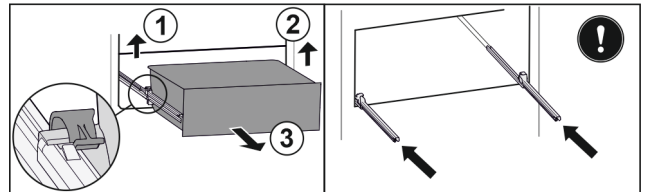

Fig. 224
- Linke Klemme anheben und gleichzeitig Schubfach links nach vorne ziehen. Fig. 224 (1)
- Rechte Klemme anheben und gleichzeitig Schubfach rechts nach vorne ziehen. Fig. 224 (2)
- Schubfach nach vorne entnehmen. Fig. 224 (3)